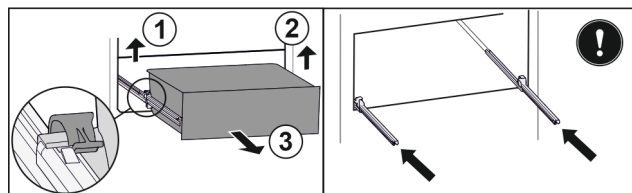

Fig. 116
- ▶ Приподнимите левый зажим и одновременно вытяните движением вперед выдвижной ящик слева. Fig. 116 (1)
- ▶ Приподнимите правый зажим и одновременно вытяните движением вперед выдвижной ящик справа. Fig. 116 (2)
- ▶ Извлеките выдвижной ящик движением вперед. Fig. 116 (3)